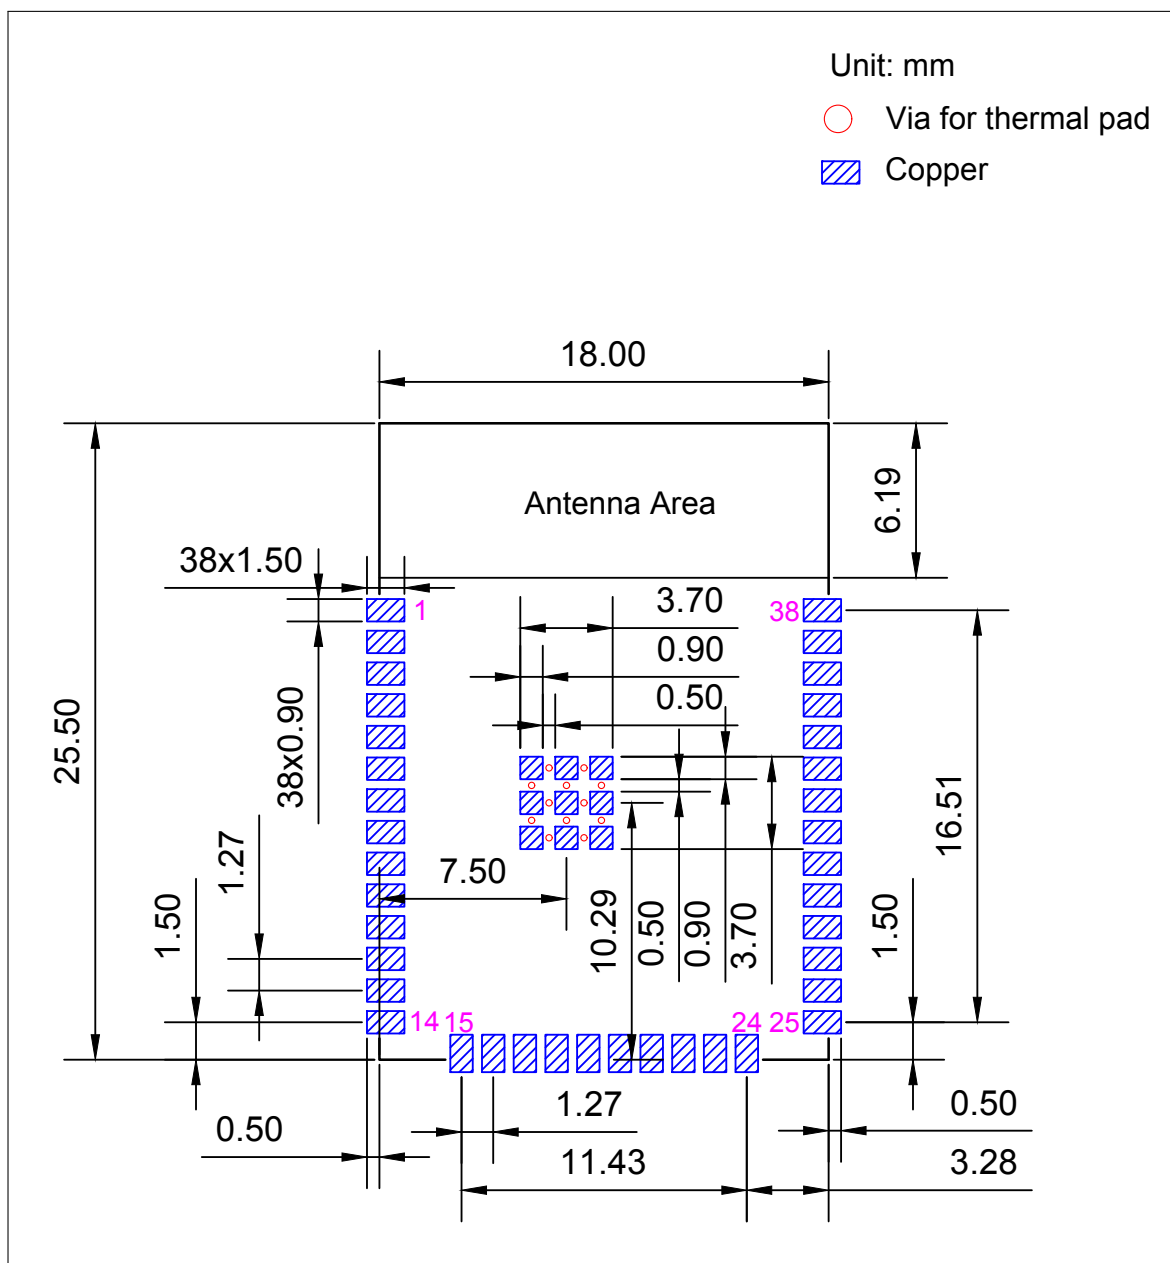
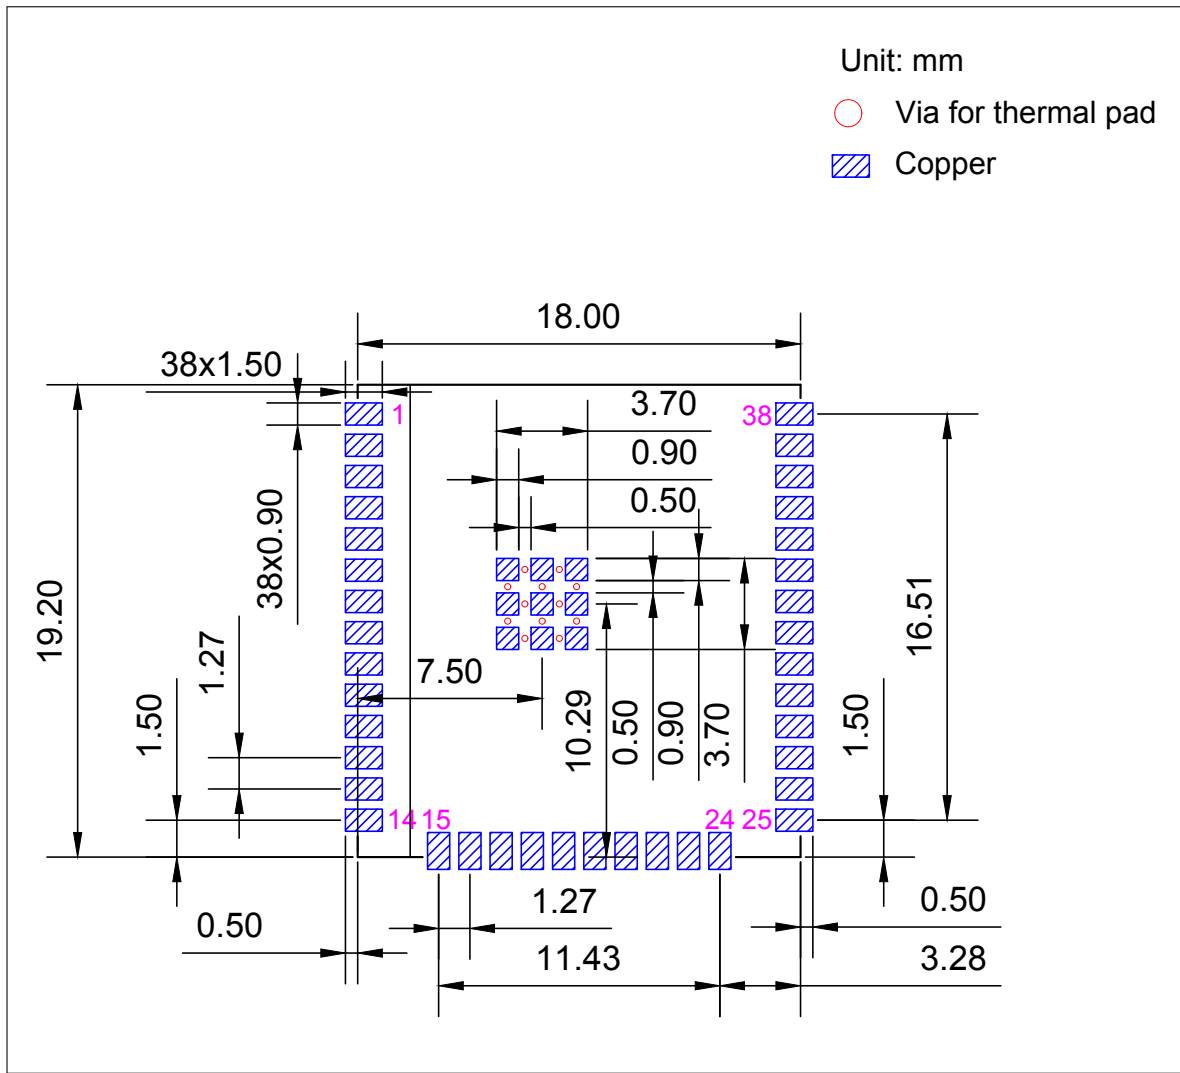

图 8: ESP32-WROOM-32D PCB 封装图形
图 9: ESP32-WROOM-32U PCB 封装图形
- 推荐 PCB 封装图，标有 PCB 设计所需的全部尺寸。详见图 8 *ESP32-WROOM-32D PCB 封装图形* 和图 9 *ESP32-WROOM-32U PCB 封装图形*。
- 推荐 PCB 封装图的源文件，用于测量图 8 和 9 中未标注的尺寸。您可用 Autodesk Viewer 查看 ESP32-WROOM-32D 和 ESP32-WROOM-32U 的封装图源文件。